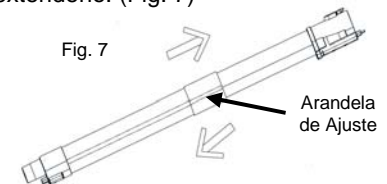

Fig. 7
1. Sostenga la abrazadera de ajuste del tubo telescópico y tire hacia abajo para extenderlo. (Fig. 7)